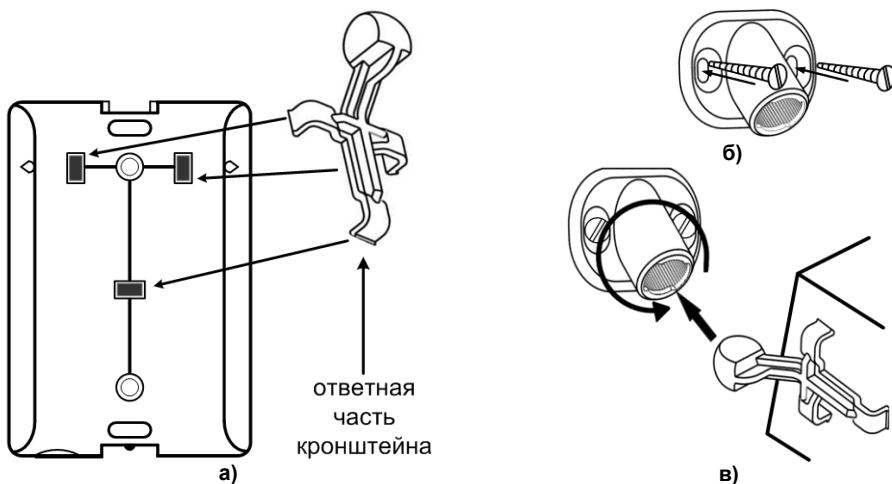

Рис.13 Установка кронштейна и сигнализатора
3. Проведите разметку отверстий для монтажа с учетом положения отверстий в основании кронштейна. Закрепите основание кронштейна на выбранном месте стены (рис. 13б).
4. Установите на основание сигнализатора ответную часть кронштейна (рис. 13а).
7. Соедините части кронштейна и поверните сигнализатор в нужное положение (см. – рис.13в).